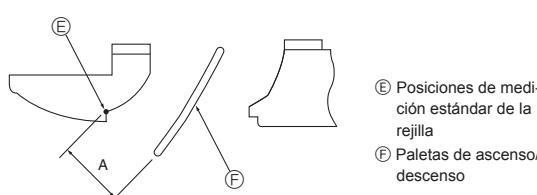

Fig. 8-10
- ③ Para ajustar la dirección de flujo de aire deseada, mueva lentamente las paletas hacia arriba/abajo dentro del margen especificado. (Fig.8-10)